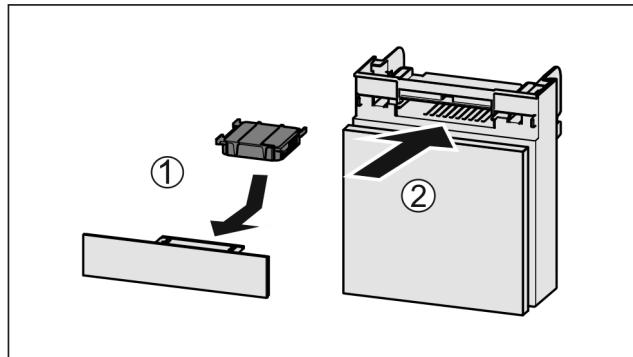

Fig. 43
- ▶ Vložte aktívny uhlíkový filter podľa obrázka Fig. 43 (1).
- ▶ Zasuňte zásuvku Fig. 43 (2).